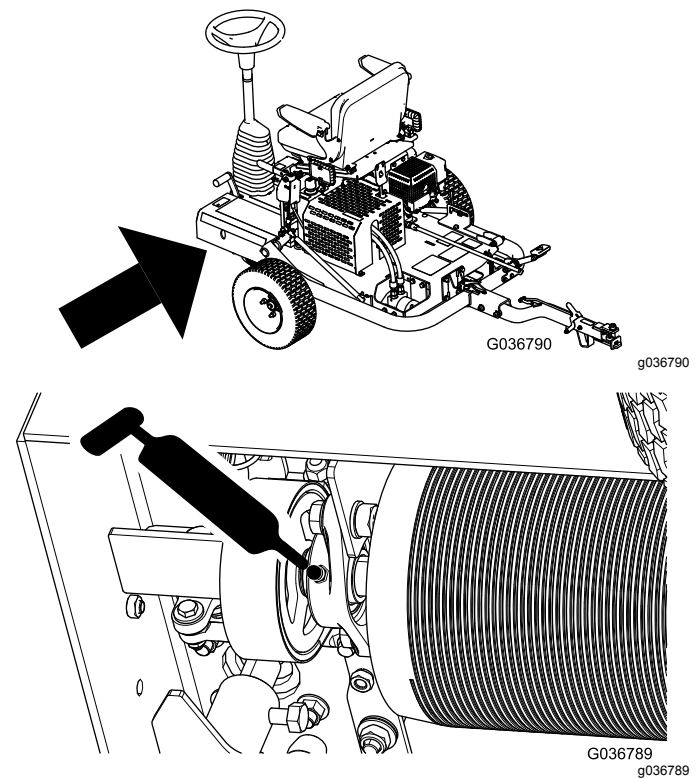

Figura 30
2. Pompate il grasso nel raccordo di ingrassaggio, come illustrato nella Figura 30.